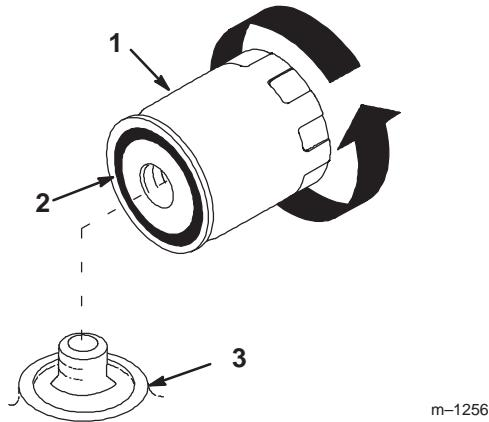

Figure 33
- Déposez le filtre à huile usagé et essuyez la surface du joint de l'adaptateur (Fig. 33).
- Appliquez une fine couche d'huile propre sur le joint en caoutchouc du filtre de rechange (Fig. 33).
- Posez le filtre à huile de rechange sur l'adaptateur. Tournez le filtre dans le sens horaire jusqu'à ce que le joint touche l'adaptateur, puis donnez de 2/3 à 1 tour supplémentaire (Fig. 33).